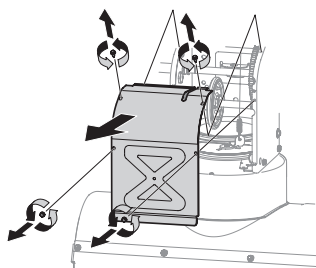

Figure 73
3. Retirez les vis autotaraudeuses qui fixent le couvercle du châssis sous l'appareil, puis retirez le couvercle du châssis. Voir Figure (Figure 73).